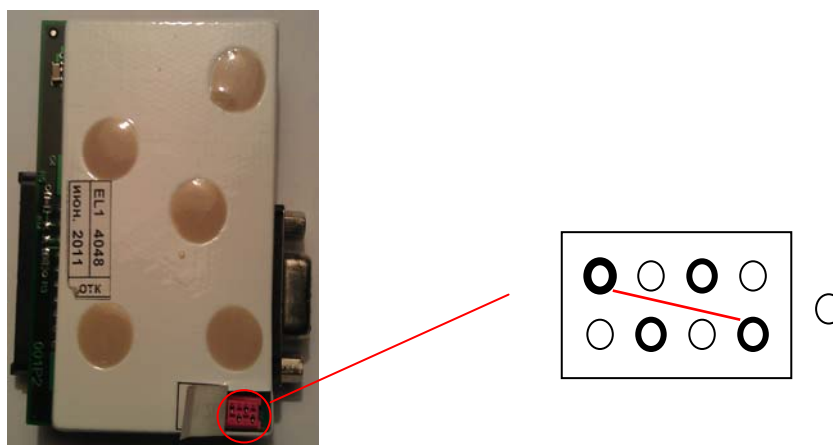

Рис.12
Перед началом загрузки необходимо установить перемычку на 4-х контактный разъем, как это показано на Рис.12
- Установить перемычку (см. рис.12)
- Установить перемычку (см. рис. 12)